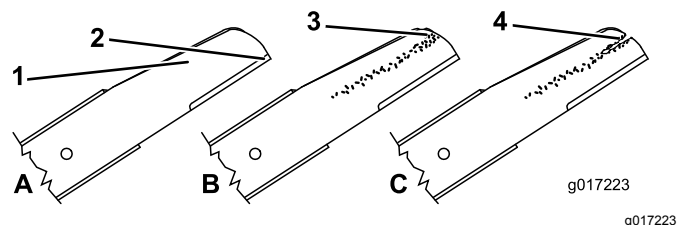

Figura 36
1. Controllate i taglienti (Figura 36). Se i taglienti non sono affilati o presentano intaccature, togliete le lame ed affilatele o sostituitele.
2. Controllate le lame stesse, in particolare l'area curva (Figura 36). Se notate eventuali danni, usura o una fessura in quest'area, sostituite immediatamente con lame nuove.